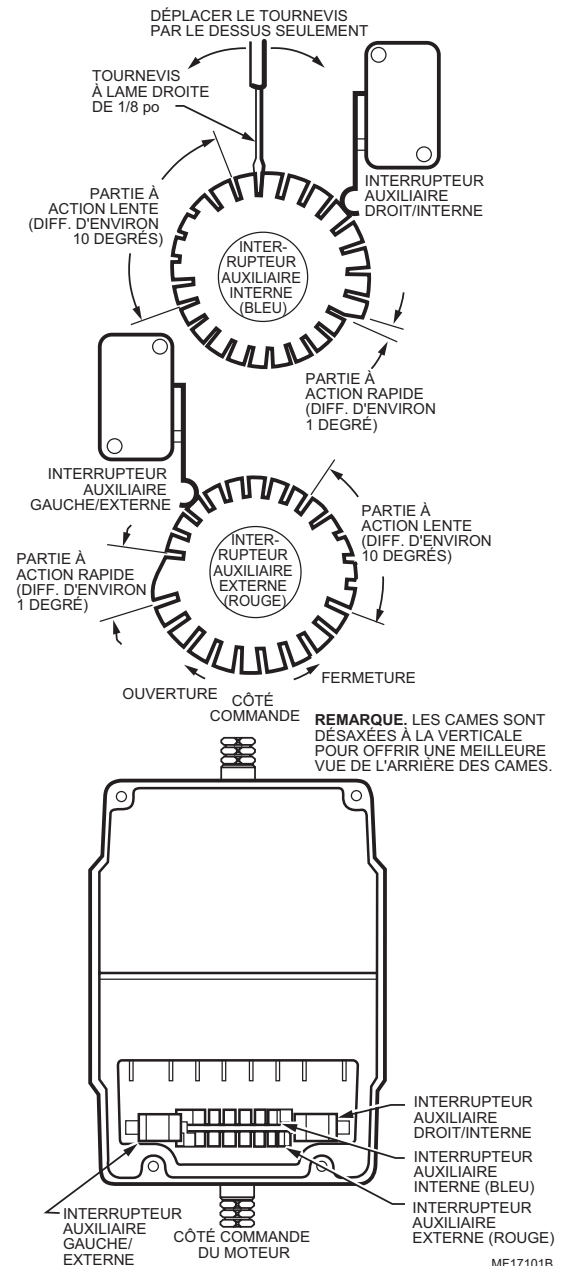

Fig. 12. Ajustement de l'interrupteur auxiliaire.
1. Insérer la lame d'un tournevis de 1/8 po dans une fente de la came et faire tourner le dessus du tournevis le plus loin possible dans le sens requis. Voir la Fig. 12.